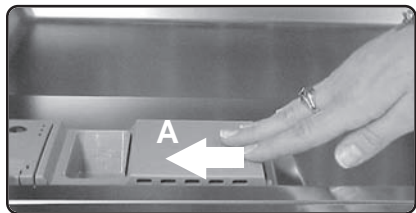

Figure 18/illus. 18
1. Open the detergent dispenser cover by pressing the blue release tab **into the dispenser cover as shown** in Figure 18, arrow A. **Note: Pushing down on the release tab will not open the cover.**
1. Si le couvercle du distributeur de détergent est fermé, l'ouvrir en pressant la languette de dégagement **dans le distributeur**, comme à la figure 18. **Remarque : en poussant la languette de dégagement, cela n'ouvre pas le couvercle.**
1. Abra la cubierta del surtidor de detergente por medio de oprimir la lengüeta de desenganche azul hacia adentro de la cubierta, tal como indica la flecha A en la Ilustración 18. Nota: La cubierta no se abre cuando se oprima la lengüeta de desenganche.